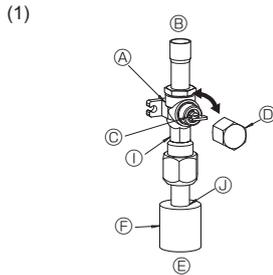
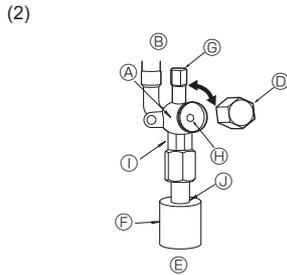

Fig. 4-6
Fig. 4-7
- (1) Gaszijde (Fig. 4-6)
- ① Verwijder de dop, trek het handvat naar u toe en draai dit een kwartslag tegen de klok in om de kraan te openen.
- ② Let erop dat de afsluitkraan geheel open is, druk de hendel in en draai de kap terug naar de oorspronkelijke stand.
- (2) Vloeistofzijde (Fig. 4-7)
- ① Verwijder de kap en draai de kraanstang zo ver mogelijk tegen de klok in met behulp van een 4mm-inbussleutel. Stop met draaien wanneer de nok wordt bereikt. (ø9,52: Circa 10 omwentelingen)